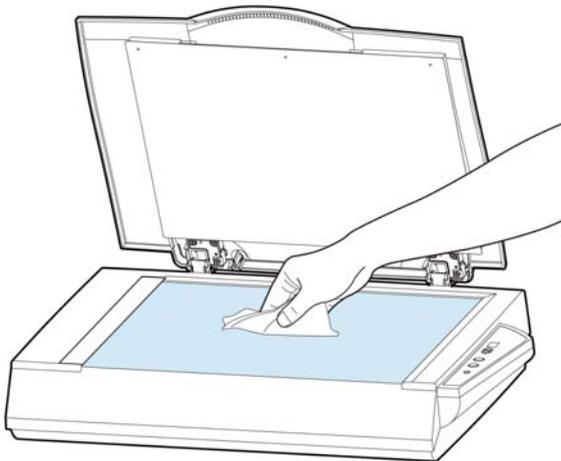

Figura 7-1 Área de limpeza
- 2) Abra a cobertura do documento como mostrado na Figura 7-1. Limpe o vidro para documento.